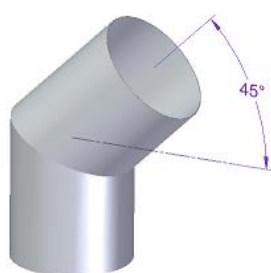

Figura 20 - Inclinación correcta para las curvas
* En las condiciones nominales de funcionamiento, el tiro de los gases de combustión debe originar una depresión de 12 Pa un metro por encima de la boca de la chimenea. Para realizar una instalación adecuada, deben instalarse, en vertical, al menos 2 metros de tubo metálico de chimenea con el mismo diámetro que la salida de humos de la estufa. A continuación de esta sección se pueden utilizar conductos con una inclinación máxima de 45°. En la Figura 20 y la Figura 20 se muestran, respectivamente, la inclinación correcta e incorrecta en caso de que sea necesario instalar una curva.